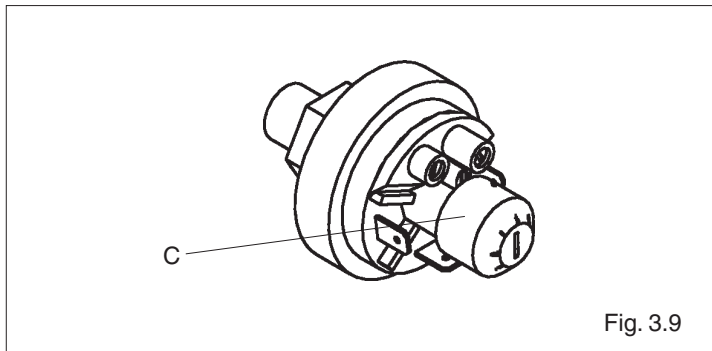

Fig. 3.9
- Regolare la manopola (C) a 20 mbar (fig. 3.9)